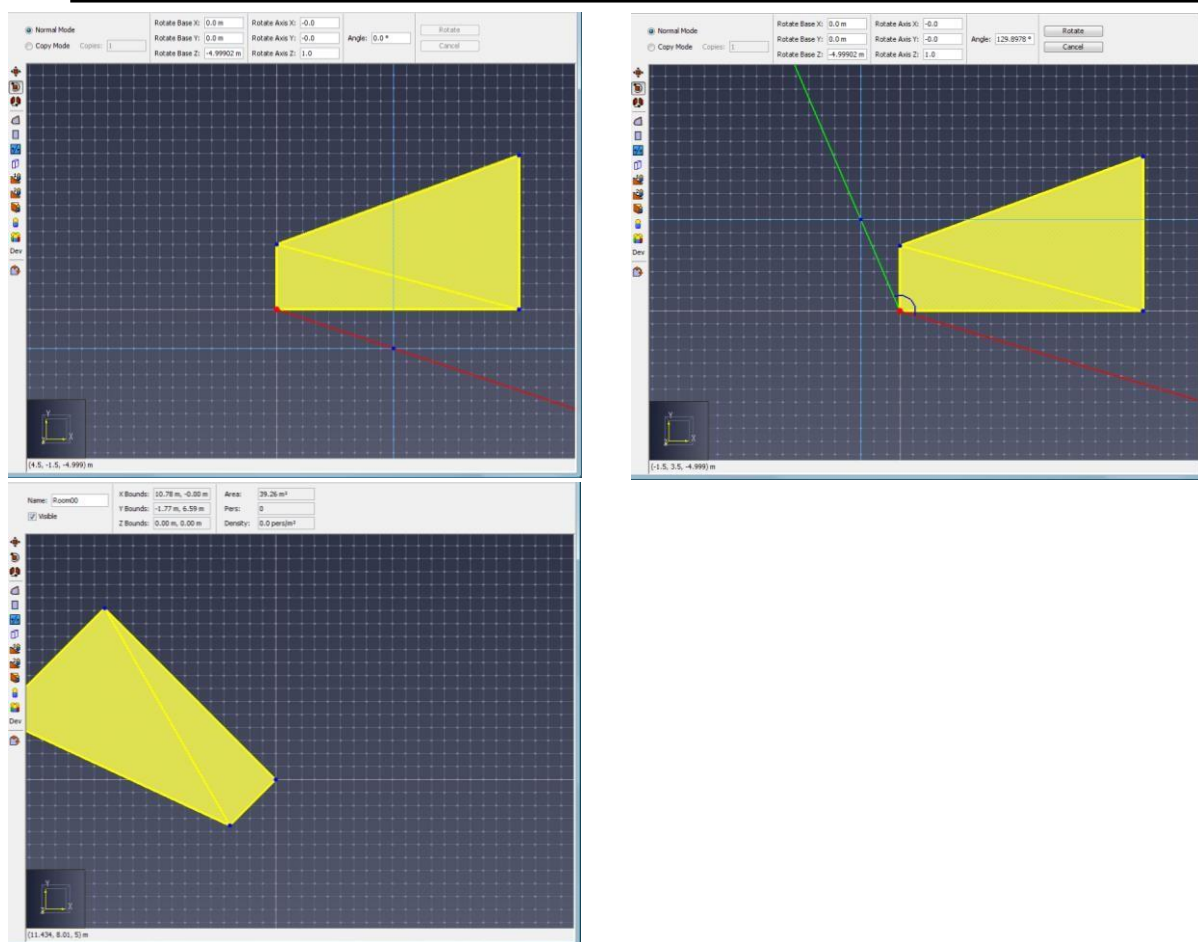

Figure 9.5 : faire pivoter un objet
- d. **Graphiquement** : cette manipulation est plus facile à réaliser dans l'une des vues 2D. L'axe de rotation est automatiquement paramétré sur une normale du vecteur de la caméra. Trois clics de la souris sont nécessaires à la rotation. Le premier permet d'indiquer la base de la rotation. Le deuxième sert à définir un vecteur de référence partant de la base de la rotation. Le troisième sert à définir un second vecteur de référence partant de la base de la rotation. L'angle de rotation est l'angle entre ces deux vecteurs. Les étapes à suivre pour faire pivoter graphiquement des objets sont présentées à la figure 9.5.